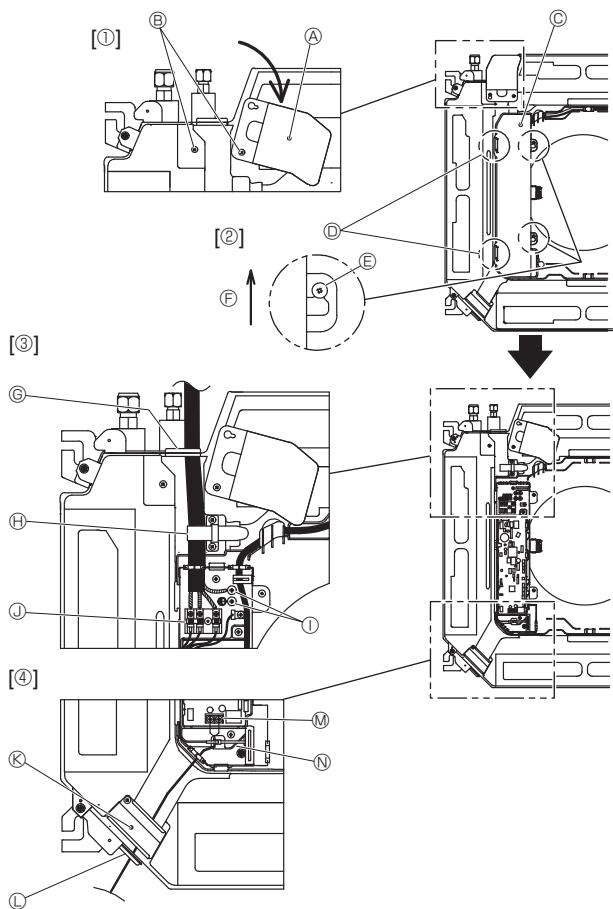
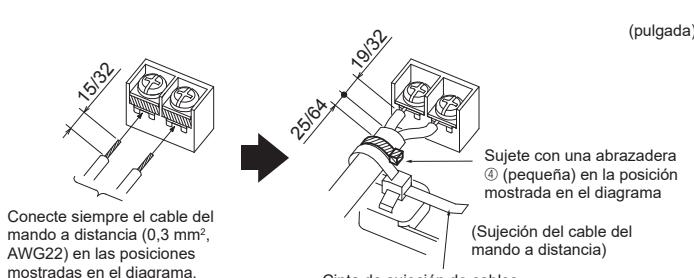

Fig. 6-1
Fig. 6-3
6.1. Unidad interior (Fig. 6-1)
- Afloje los dos tornillos que fijan el panel de servicio del cableado, y luego gire dicho panel. [Fig. 6-1 ①]
- Afloje los dos tornillos que fijan la cubierta de la caja eléctrica y luego deslice dicha cubierta. [Fig. 6-1 ②]
- Pase el cable de alimentación, el cable de conexión de la unidad interior/exterior y el cable de tierra a través de las entradas de cableado indicadas en el diagrama. [Fig. 6-1 ③]
- Pase y conecte el cable del mando a distancia por las entradas de cableado indicadas en el diagrama. [Fig. 6-1 ④, Fig. 6-3]